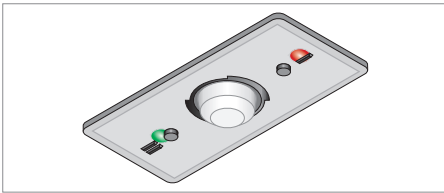

Fig. 11: Sensorbedienteil PIR-Sensoren.
- ▶ Drücken Sie die Taste **I**, siehe Fig. 11.
- ▶ Drücken Sie die Taste **II**, siehe Fig. 11.
- ▶ Drücken Sie die Taste **I** und halten Sie die Taste gedrückt, siehe Fig. 11.
- ▶ Drücken Sie die Taste **II** und halten Sie die Taste gedrückt, siehe Fig. 11.